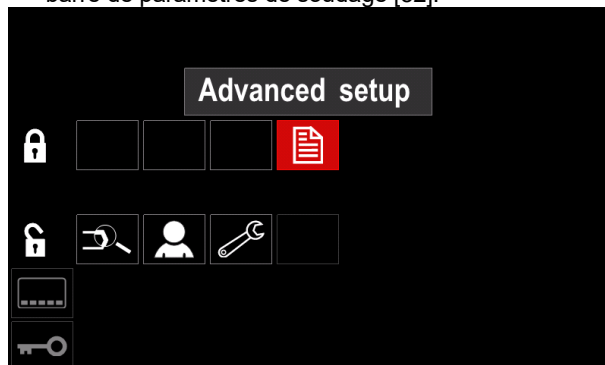

Figure 55
- Appuyer sur le bouton droit [44]. L'icône du paramètre sélectionné disparaît de la partie inférieure de l'écran (Figure 55). Ce paramètre disparaît également de la barre de paramètres de soudage [52].